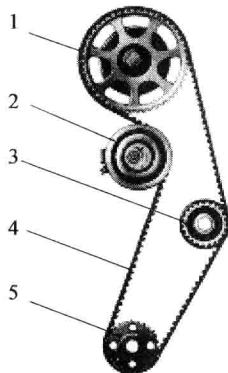

图 1-5 配气齿轮组件
- (3) 用专用工具旋转张紧轮 2 (图 1-5)，拆卸发动机的正时齿形带 4。
- (4) 拆卸曲轴齿形带轮 5 (图 1-5)、曲轴链轮、水泵齿轮带轮 3、张紧轮 2 和凸轮轴正时齿形带轮 1，拆下齿形皮带后防护罩。